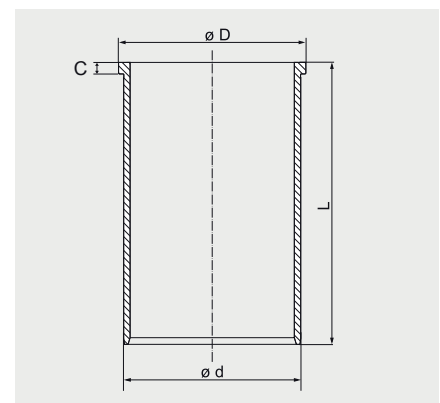

Abb. 1: Trockene Zylinderlaufbuchse mit Bund
1. Trockene Zylinderlaufbuchsen mit Bund (Abb. 1):